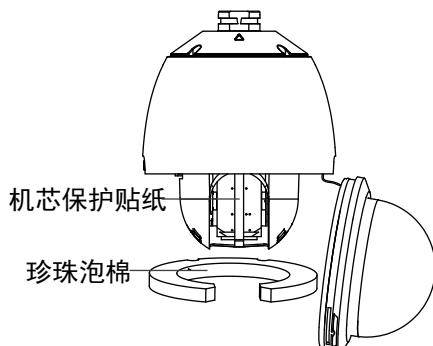

图2-17 取出珍珠棉及保护贴纸
2. 取出球芯周边的珍珠棉，撕掉球芯部分的保护贴纸，如图 2-17 所示。